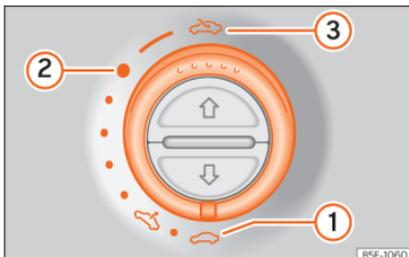

Abb. 15 An der Innenseite des Formhimmels: Schalter drehen zum Öffnen und Schließen.
- Öffnen: Drehen Sie den Schalter auf die Position » » **Abb. 15** (3).
- Komfortstellung: Drehen Sie den Schalter auf die Position » » **Abb. 15** (2).
- Schließen: Drehen Sie den Schalter auf die Position » » **Abb. 15** (1).